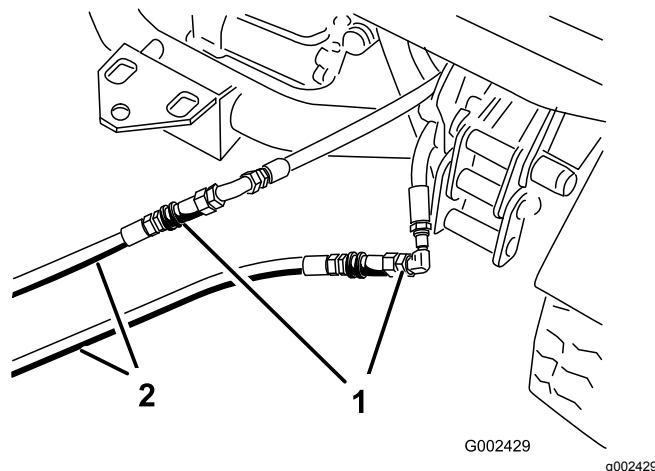

Рисунок 85
3. На неисправном автомобиле подсоедините 2 шланга-перемычки к шлангам, от которых были отсоединены шланги быстроразъемных соединительных муфт (Рисунок 85).